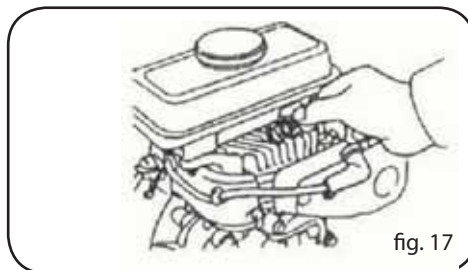

fig. 17
4. Controlar que a guarnição esteja em perfeitas condições, em caso contrário substitua-a. Apertar a vela, manualmente, para não danificar a roscagem (fig. 17).